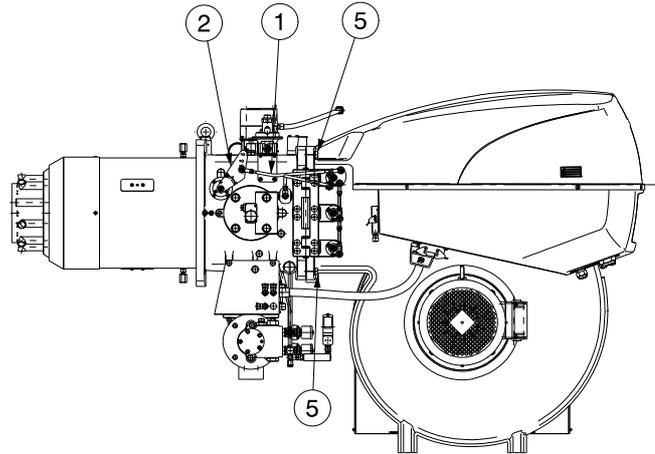

Abb. 42
- den Zuganker 1)(Abb. 42) des Steuerhebels des Flammkopfs durch Lockern der Mutter 2) entfernen;